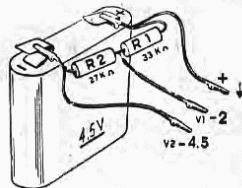

Fig. 11 - Per la polarizzazione fissa potrà essere usata una pila di 4,5 volt munita di conveniente partitore da collegare alla pila stessa al momento dell'uso.
al terminale n. 1 del sintonizzatore RF N. 7870. Può essere usata una sola batteria a 4,5 volt munita di un partitore resistivo per ottenere i 2,5 volt, com'è indicato nella fig. 11.
- 4) una tensione negativa di -3 volt, fornita da una pila (2 elementi a secco in serie). Tale tensione potrà essere ottenuta anche da una pila di 4,5 Volt, munita di partitore com'è indicato nella fig. 11 sostituendo R1 con una resistenza di 5,6 KΩ.